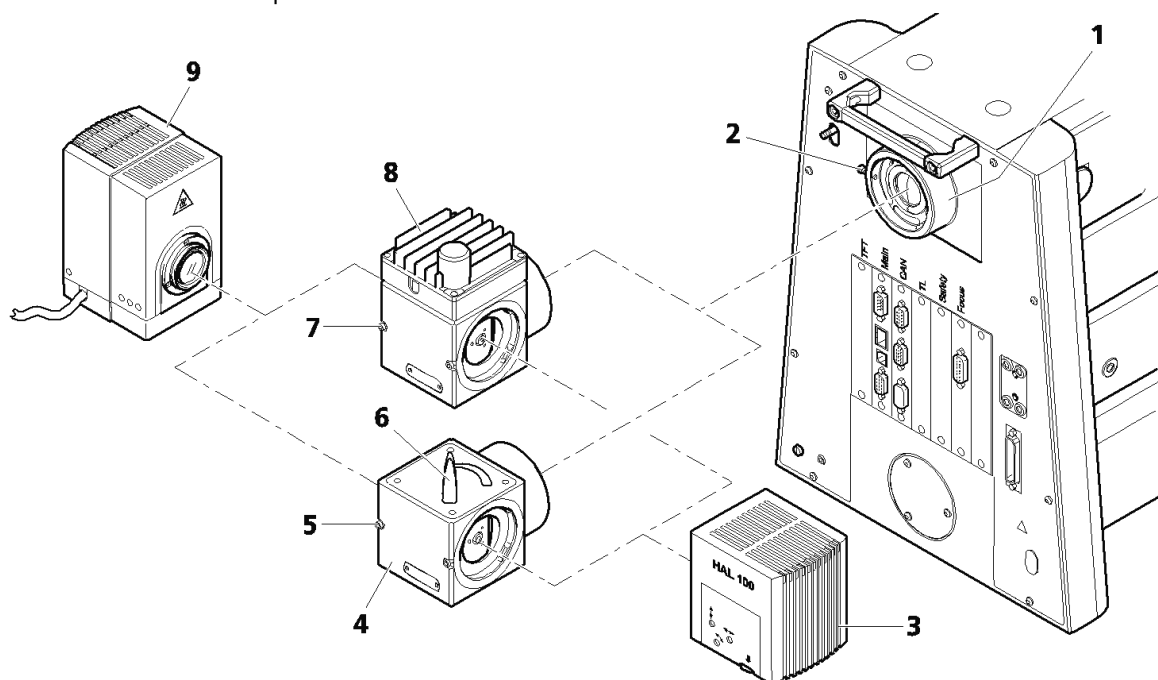

Fig. 57 Installation du miroir de commutation
Le levier de commutation (Fig. 57/6) situé sur la partie supérieure du miroir de commutation manuelle sert à basculer manuellement entre les deux dispositifs d'éclairage.
- Si nécessaire, retirer le dispositif d'éclairage s'il est déjà monté. Pour ce faire, saisir fermement le dispositif d'éclairage et desserrer la vis de serrage (Fig. 57/2) de la prise de lumière réfléchi (Fig. 57/1), à l'aide d'un tournevis à tête sphérique AF 3.
- Insérer le miroir de commutation (Fig. 43/4 ou 8) avec la queue d'aronde dans la douille (Fig. 57/1). L'aligner (avec les supports des deux dispositifs d'éclairage orientés respectivement vers la droite et vers la gauche) et le fixer à l'aide de la vis de serrage (Fig. 57/2).
- Desserrer les vis de serrage droite et gauche (respectivement Fig. 57/5 et 7) sur le miroir de commutation. Retirer les caches de protection et fixer les deux dispositifs d'éclairage, par exemple HAL 100 (Fig. 57/3) et HBO 100 (Fig. 57/9), au miroir de commutation, de la même manière que s'ils étaient montés directement sur le microscope. Les fixer ensuite avec la vis de serrage correspondante (Fig. 57/5 ou 7).